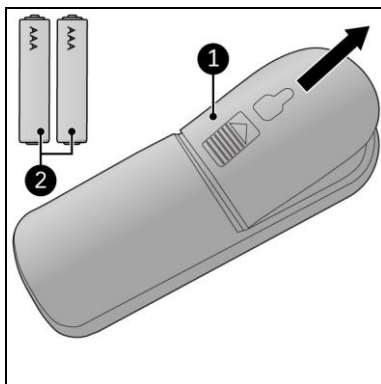

Abbildung 13
1. Entfernen Sie die Abdeckung (Abbildung 13, Pos. 1).
3. Legen Sie zwei Batterien (AAA 1,5 V) (Abbildung 13, Pos. 2) wie im Batteriefach angegeben ein. Stellen Sie sicher, dass die Batterien richtig eingelegt sind.
5. Entfernen Sie die Batterien (Abbildung 13, Pos. 2) aus der Fernbedienung.